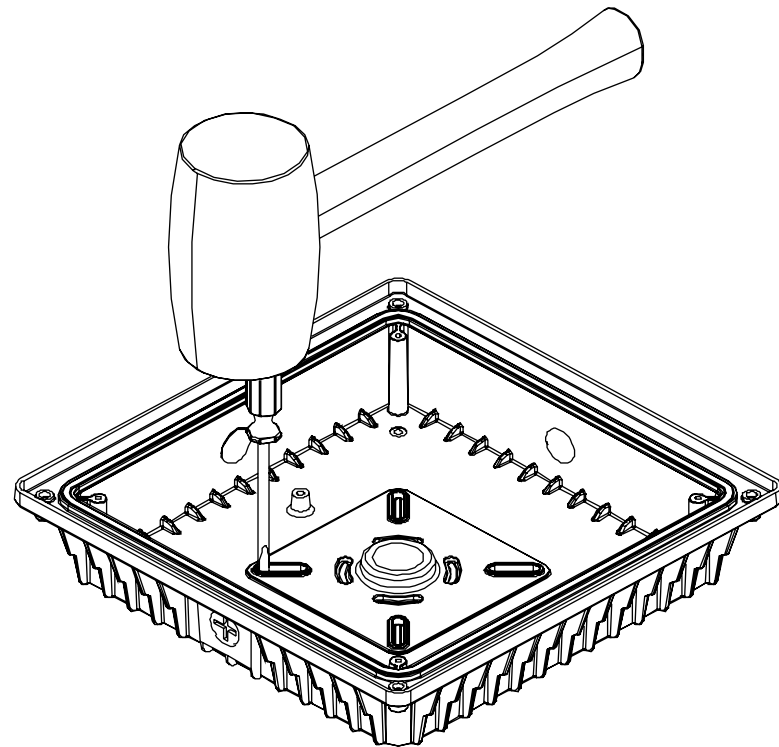

Figure 1
2. Démontez le luminaire : Desserrez les quatre vis de la lentille (2) Voir la figure 1. Retirez la lentille (1) et conservez-la pour une utilisation ultérieure.
4. Retirez le bouchon supérieur (10) du boîtier (9) pour effectuer le montage sur la surface, au boîtier de raccordement ou à la tige de suspension. Retirez le bouchon latéral (10) pour le conduit de 1/2 po.
5. Installation du boîtier (9) : Préparez la surface de montage en perçant un trou de taille appropriée ou en éliminant les débouchures appropriées. Voir la figure 1.
6. Installez le boîtier de montage (9) à travers 4 trous ou une boîte de raccordement standard à travers des orifices de débouchures.
2. Desmontar luminaria: Afloje los cuatro tornillos de lente (2). Consulte la Fig. 1. Retire el lente (1) y guárdelo para utilizarlo más adelante.
2. Disassemble Fixture: Loosen the four Lens screws (2) See Fig 1. Remove the Lens (1) and preserve for future use.